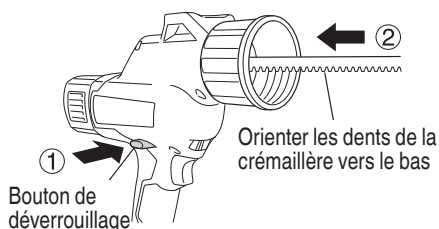

Fig. 13
- (1) Fixez le piston correspondant au produit d'étanchéité à utiliser en le vissant dans la crémaillère.
- (2) Tout en appuyant sur le bouton de déverrouillage pour libérer le verrou, insérez la crémaillère par le côté avant du corps principal. Insérez-la de manière à ce que ses dents soient tournées vers le bas. (Fig. 13)